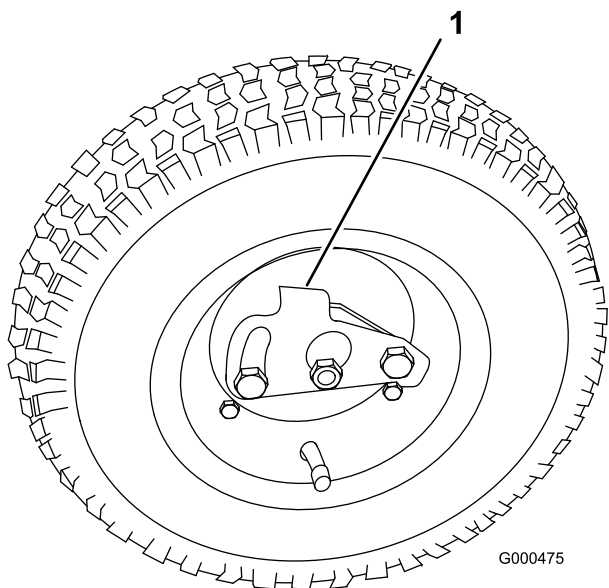

図 19
2. 車輪についているロッククリップが車軸に掛かるようにして車輪を六角シャフトに通す 図 19。